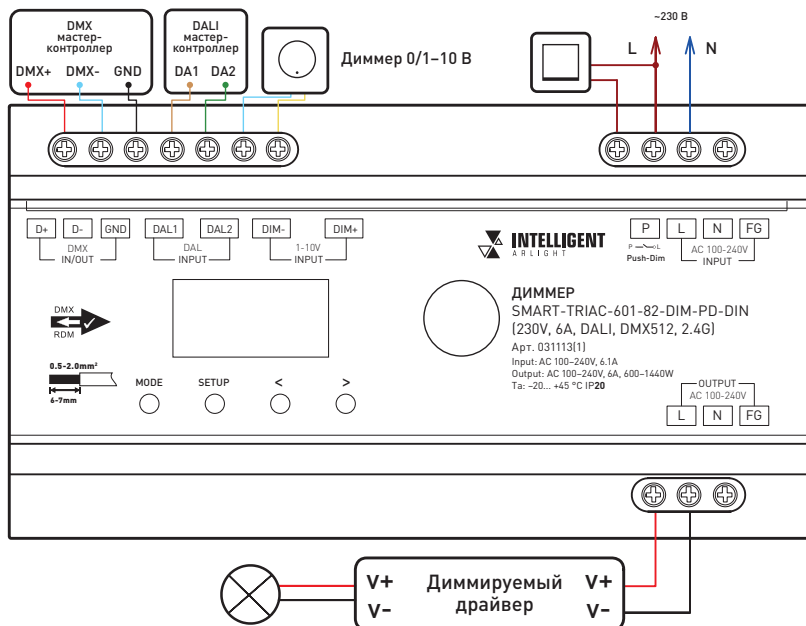

Рис. 2. Схема подключения диммера
3.2. Подключите диммер в соответствии со схемой на рис. 2.